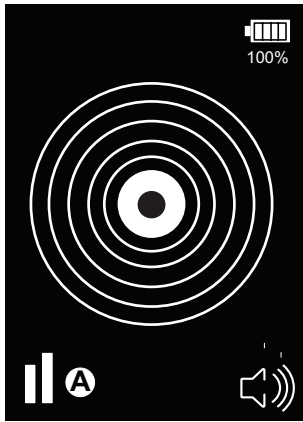

Abb. 7: Alarmanzeige
5. Wenn Kältemittel erfasst wird, nehmen die Tonfrequenz und Tonhöhe zu, und auf dem Display erscheinen bei zunehmender Kältemittelkonzentration von der Mitte nach außen anwachsende konzentrische Ringe (siehe Abb. 7).